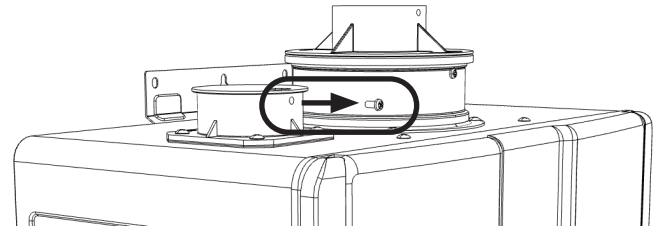

Figura 42
1. Quite y deseche el tornillo de la conexión de ventilación de aire para la combustión (Figura 42).